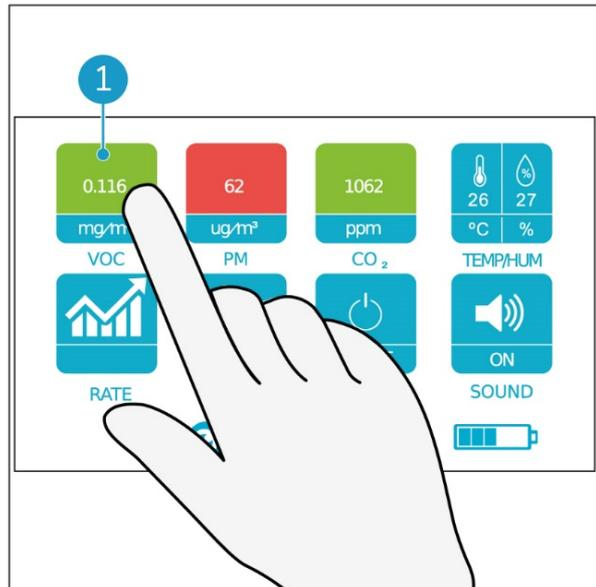

Abbildung 10
1. Berühren Sie die Schaltfläche VOC (Abbildung 10, Pos. 1) mit einem Finger.